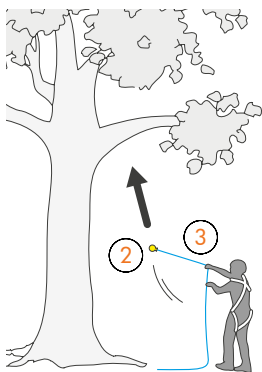

Fig. 1
Las técnicas de trepa de árboles se utilizan para la tala de árboles y también para su mantenimiento (poda, consolidación, aclarado de la copa de un árbol, etc.) y en situaciones que no permitan la utilización de medios externos, con plataformas elevadas. La entrada y la salida suelen realizarse desde abajo, lo que permite unas intervenciones más precisas en la copa. El usuario, correctamente asegurado, puede moverse en dirección horizontal y vertical para el interior de la copa. Para ascender al árbol, en primer lugar hay que pasar la línea de lanzamiento. Un peso (2) conectado a la línea de lanzamiento ligera se arroja por encima de una rama lo suficientemente grande como para hacer de anclaje (Fig. 1). A la línea de lanzamiento se conecta después una cuerda (11) (Fig. 3) que permitirá al operario acceder al árbol de dos formas diferentes: